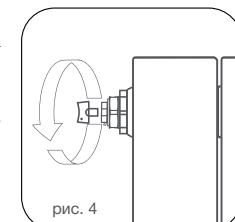

рис. 4
4. Для удаления воздуха из радиатора в верхний коллектор обязательна установка крана Маевского* или автоматического воздухоотводчика. Для удаления воздуха через кран Маевского необходимо периодически (несколько раз в год) вручную сливать его с помощью специального ключа* (рис. 4).